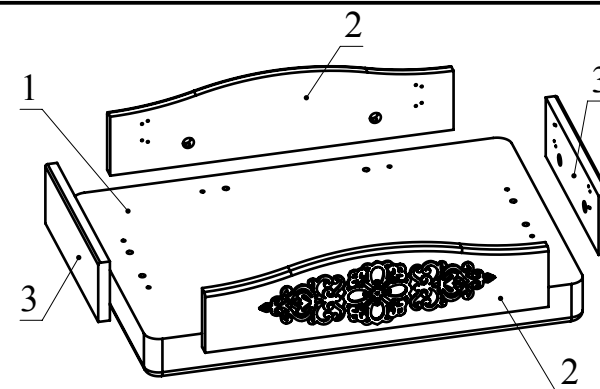

Рис.3
4. Установить детали 2, 3 на деталь 1 и зафиксировать, повернув головки минификсов по часовой стрелке до упора (Рис. 3).